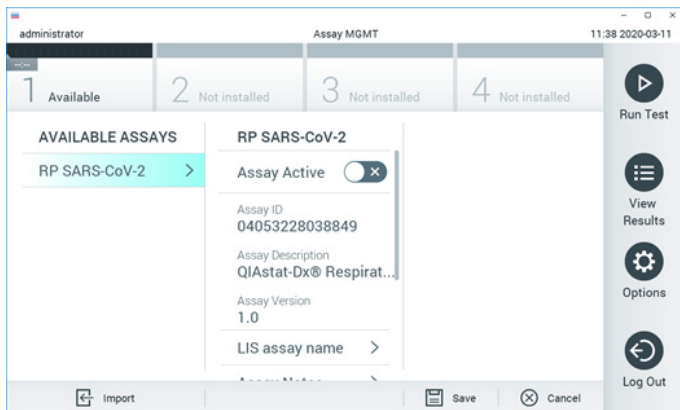

Figura 89. Ecranul Assay management (Gestionare a testelor).
2. Apăsăți butonul **Options** (Opțiuni), apoi selectați **Assay Management** (Gestionarea testelor). Ecranul Assay Management (Gestionarea testelor) apare în zona de conținut a afișajului (Figura 89).